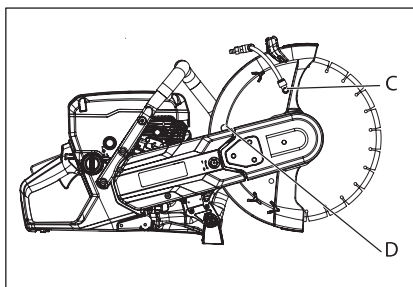

Рис. 6
3. Отсоедините штуцера водяного шланга и рукоятку от кожуха диска (C). Снимите стопор (D) (рис. 6).